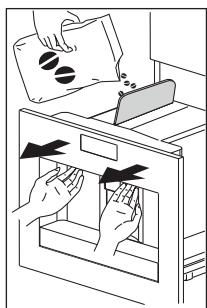

Fig. 14
- Estrarre l'apparecchio tirandolo verso l'esterno; avendo cura di utilizzare le apposite maniglie (Fig. 14).